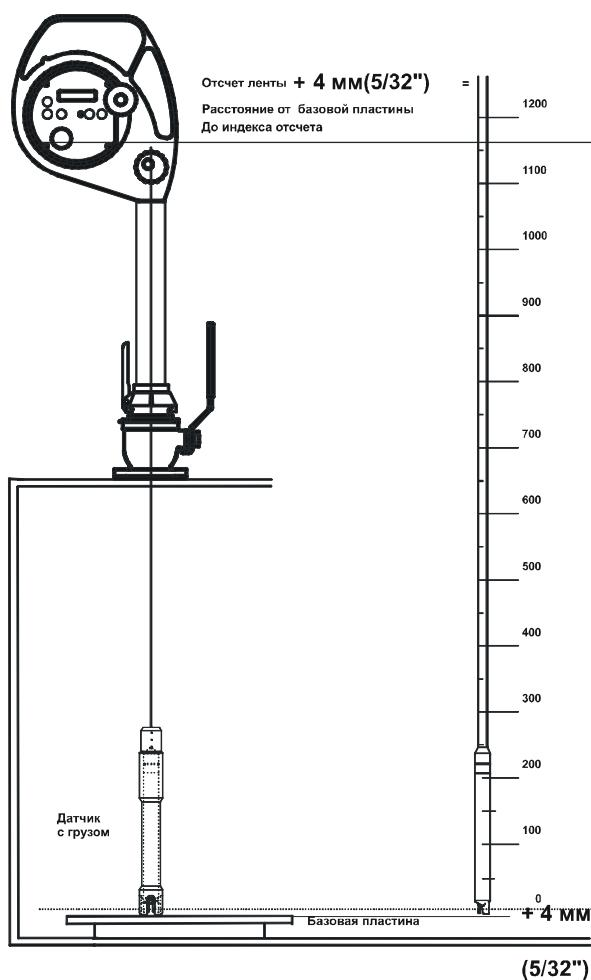

Рисунок 8-9
- Когда чувствительный датчик достигнет заглубленной / базовой плиты, индекс отсчета покажет расстояние. См. Рисунок 8-9. Точное расстояние от плиты до индекса отсчета (reading + 4 mm / + 5/32") которое является относительной высотой, при условии, что уровень индекса отсчета настроен на нулевой уровень незаполненного объема танка. Если ноль незаполненного объема находится выше или ниже индекса отсчета, то необходима дополнительная корректировка. Для более подробной информации см. раздел «Установка измерительной системы».